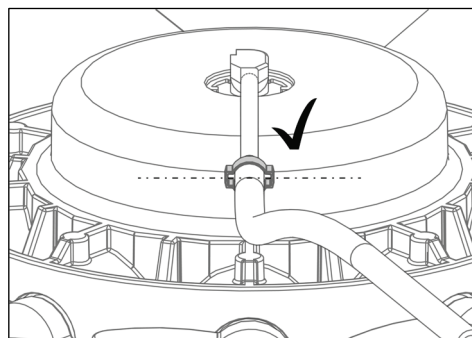

Fig. 18
- 10) Plaats de slangklem zoals aangegeven in Fig. 18.